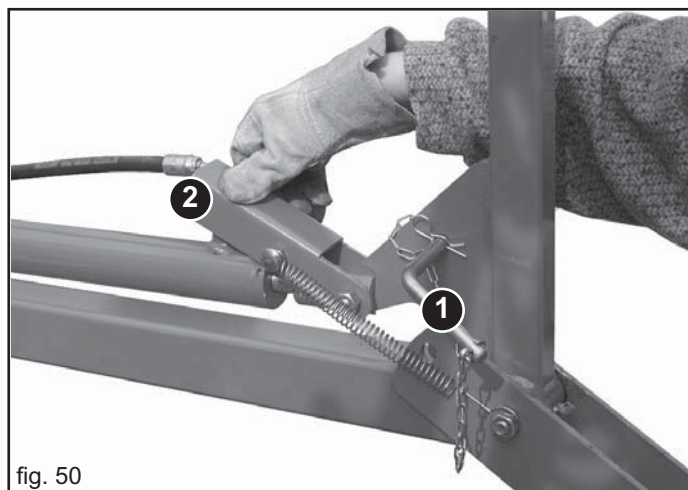

fig. 50
- 2) Die Sicherheitsriegel lösen und in ihren speziellen Sitz legen (1, Abb. 50); nun den Feststellbügel längs des Zylinders absenken (2, Abb. 50).